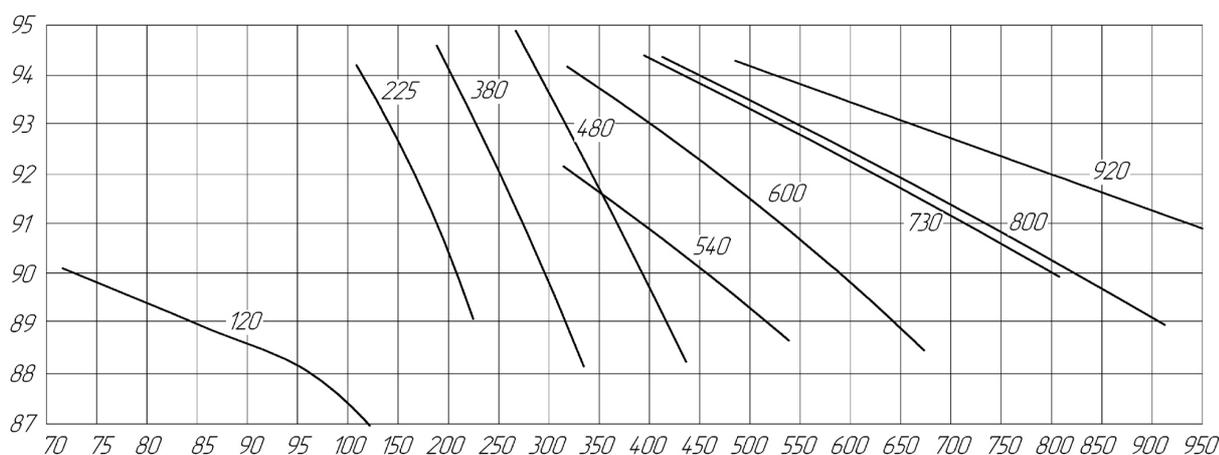

Рис.2 График зависимости КПД от тепловой мощности
* ко всему типу ряду воздухонагревателей предлагаются протестированные на совместимость и опробованные в эксплуатации горелки на газу, дизельном топливе, мазуте либо комбинированные «газ – дизельное топливо». Однако допускается подбор горелки и непосредственно заказчиком в соответствии с характеристиками, приведенными выше. (См. рис. 2)